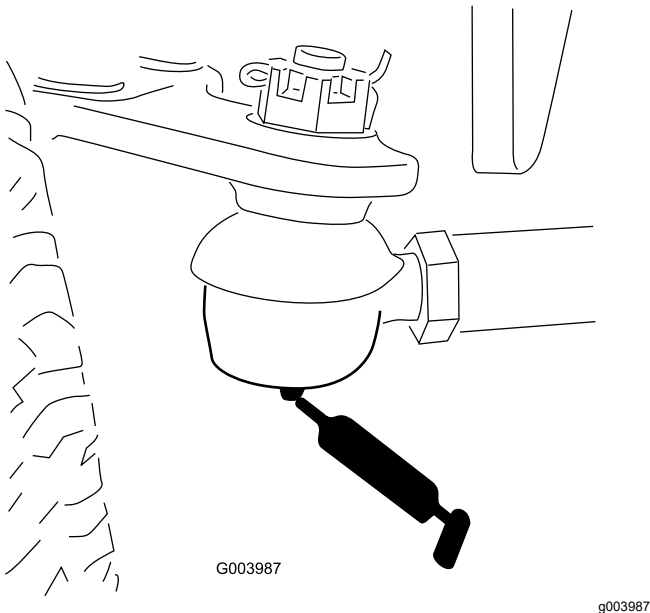

Figure 110
- Bielle d'essieu arrière (2) (Figure 110).